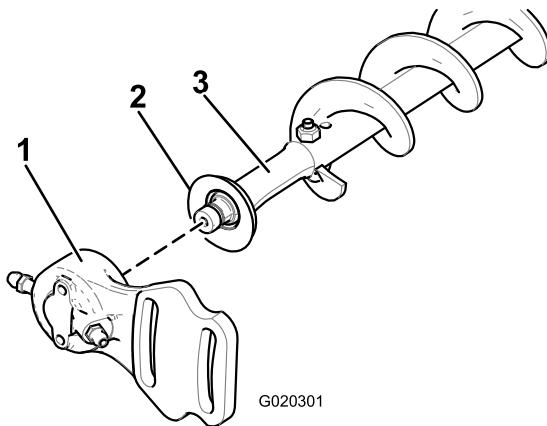
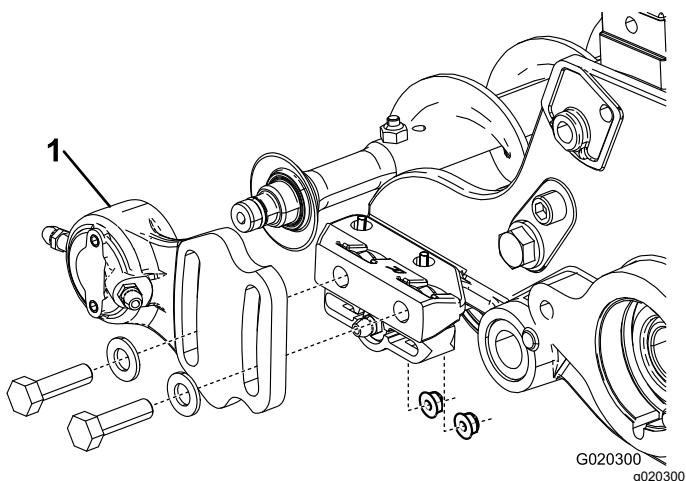

図 19
図 18
1. すでにローラブラシが取り付けられている場合は、駆動側でない方のベアリングハウジングをベアリングハウジング取り付けブラケットに固定しているボルト2本、ワッシャ、ナットを取り外す図 18 と 図 19。
2. ブラシのシャフトから、非駆動側ベアリングハウジングとエクスクルーダシールを外す図 19。
9. 非駆動側ベアリングハウジングとエクスクルーダーシールをブラシシャフトに取り付ける図 19。